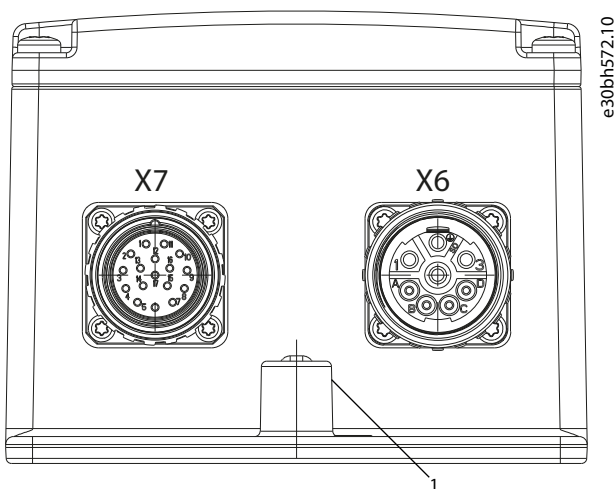

Abbildung 33: Erdung des DSD 510-Servoantriebs
- Für DSD 510: Verwenden Sie die in Abbildung 33 (Erdung für elektrische Sicherheit > #X003851 > fig\_pb5\_kjv\_nlb) verwendete PE-Schraube.